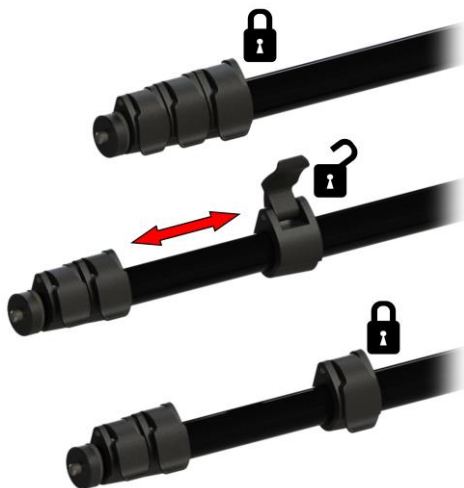

Рис. 11
4. С помощью фиксаторов, установить нужную длину телескопической ручки (рис.11).